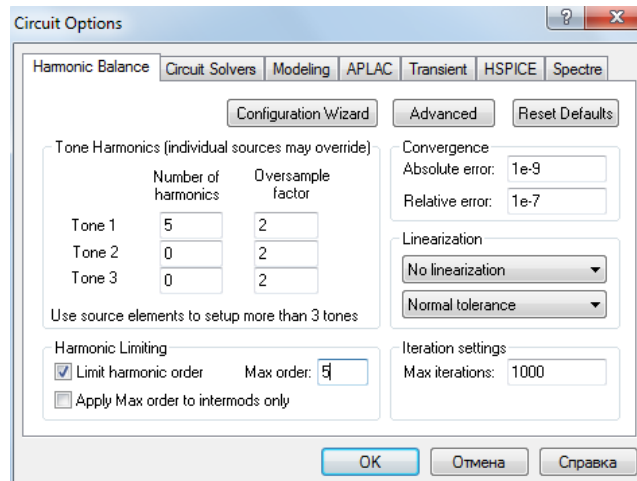

Рис. 5.7. Окно установки режима гармонического баланса
5.2.1. Для установки параметров гармонического баланса выбрать команду «Options», затем «Default Circuit Options». На экране появится диалоговое окно «Circuit Options», вид которого показан на рис. 5.7.